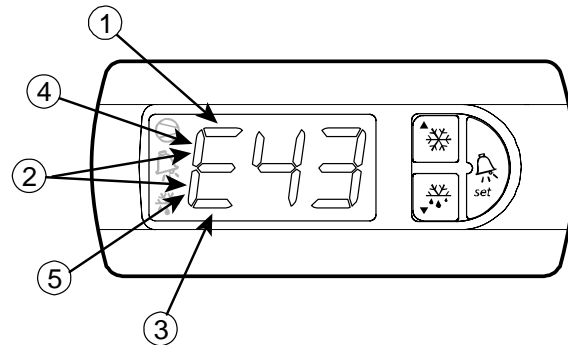

Fig. 8.3.4.1
- Le paramètre pour le jour est indiqué par un segment (1 dans la fig. 8.3.4.1) qui apparaît avec le numéro de la situation (t1,...t8) et il est indiqué par ① t 1,... ① t 8
- Le paramètre pour l'heure est indiqué par un segment (2 dans la fig. 8.3.4.1) et il est indiqué par ② t 1,... ② t 8
- Le paramètre pour les minutes est indiqué par un segment (3 dans la fig. 8.3.4.1) et il est indiqué par ③ t 1,... ③ t 8
① t 1,... ① t 8: jour situation de dégivrage